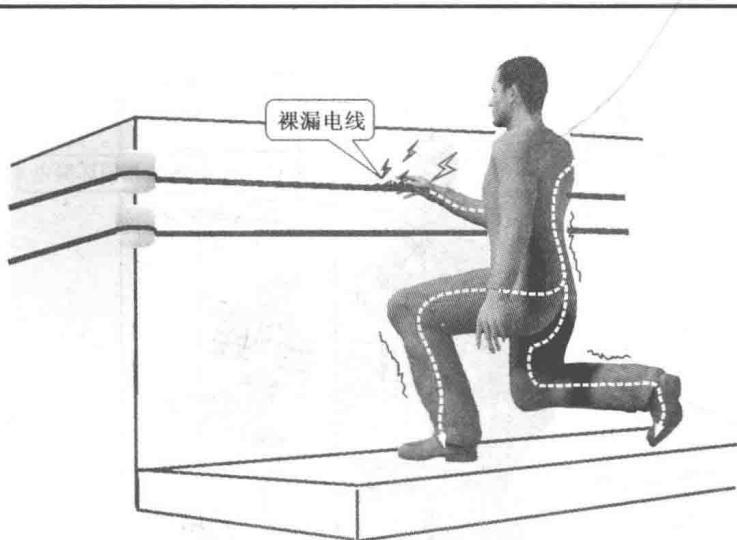

图 1-13 户外单相触电示意图
②室外单相触电。在室外电气安装时,人体碰触掉落的裸露电线所造成事故也属于单相触电。图 1-13 所示为户外单相触电示意图。
(2) 两相触电